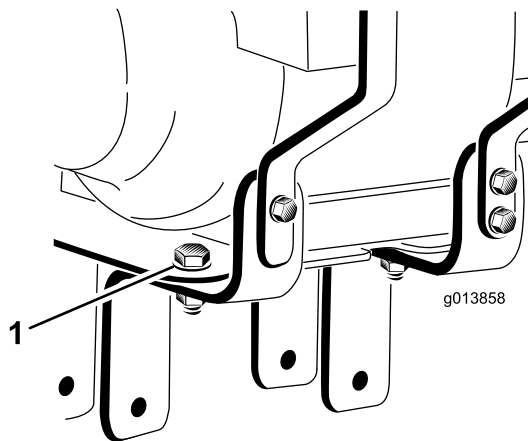

図 3
16. エンジン取り付けブラケットをエンジン取り付けプレートに固定しているボルト2本をゆるめる (取り外さないこと) (図 3)。